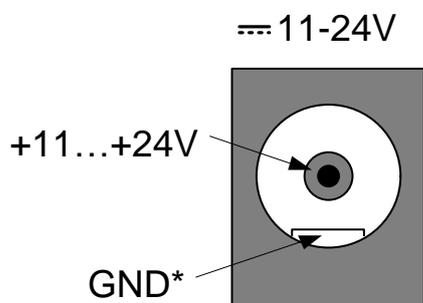

Рис. 3-11. Разъём внешнего питания крейта LTR-CU-1-4, LTR-CEU-1-4
- разъём внешнего питания =11-24V, цоколёвка разъёма показана на рис. 3-11 (адаптер от сети ~220 V и запасная кабельная часть разъёма питания – в комплекте поставки крейта, п. 2.4);